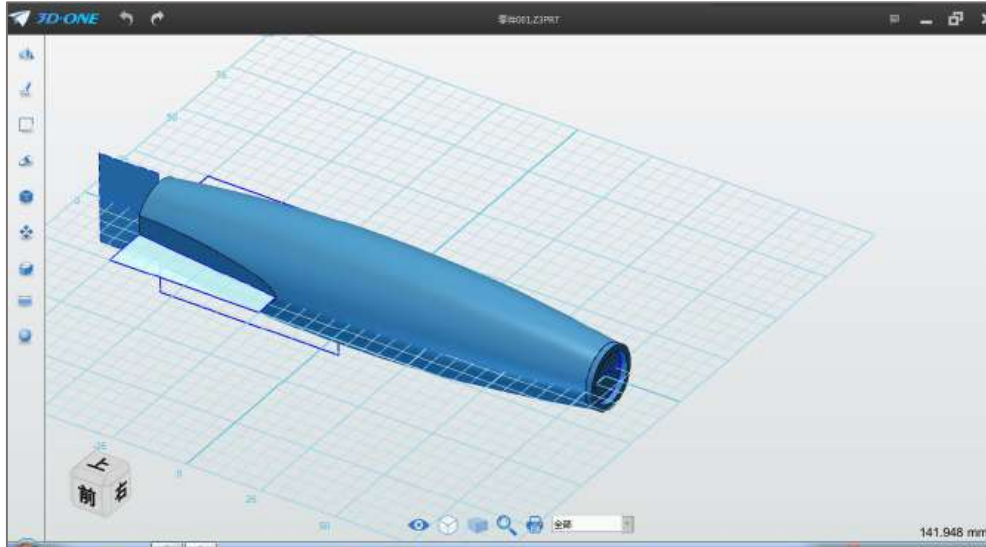

图 2-5
Step 5 点击确定，完成拉伸操作，如下图 2-5 所示：